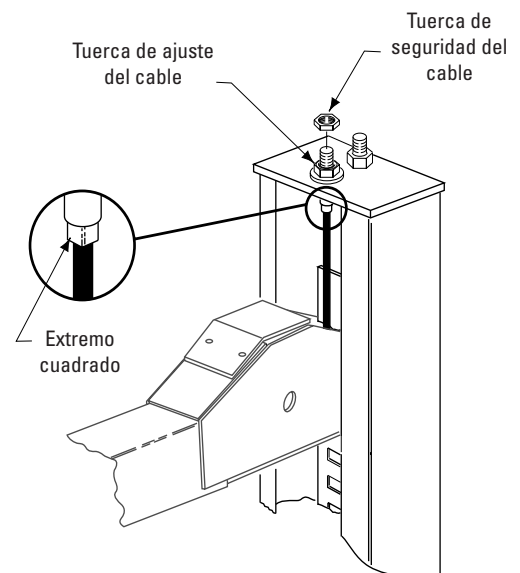

Fig. 27
- Comenzando por la columna delantera derecha: utilice una regla para marcar la altura del yugo sobre la columna, Fig. 27.